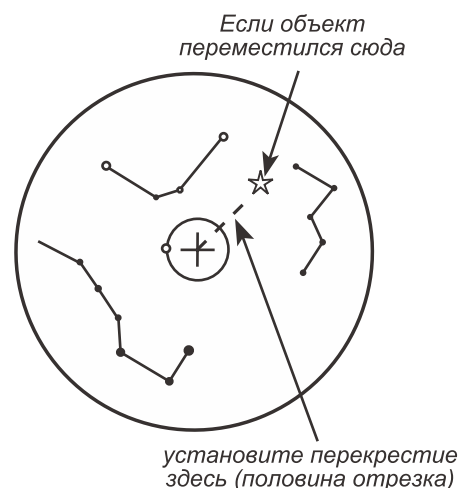

Рис. h-3
4. Используйте три винта настройки искателя полюса для смещения перекрестия ровно на половину величины корректируемого смещения. Например, если смещение составляло приблизительно 22,5 мм (1 дюйм) в направлении 1 часа, установите положение нитей перекрестия на середину прямой, соединяющей положение сместившегося центра перекрестия перекрестия и объекта (рис. h-3).